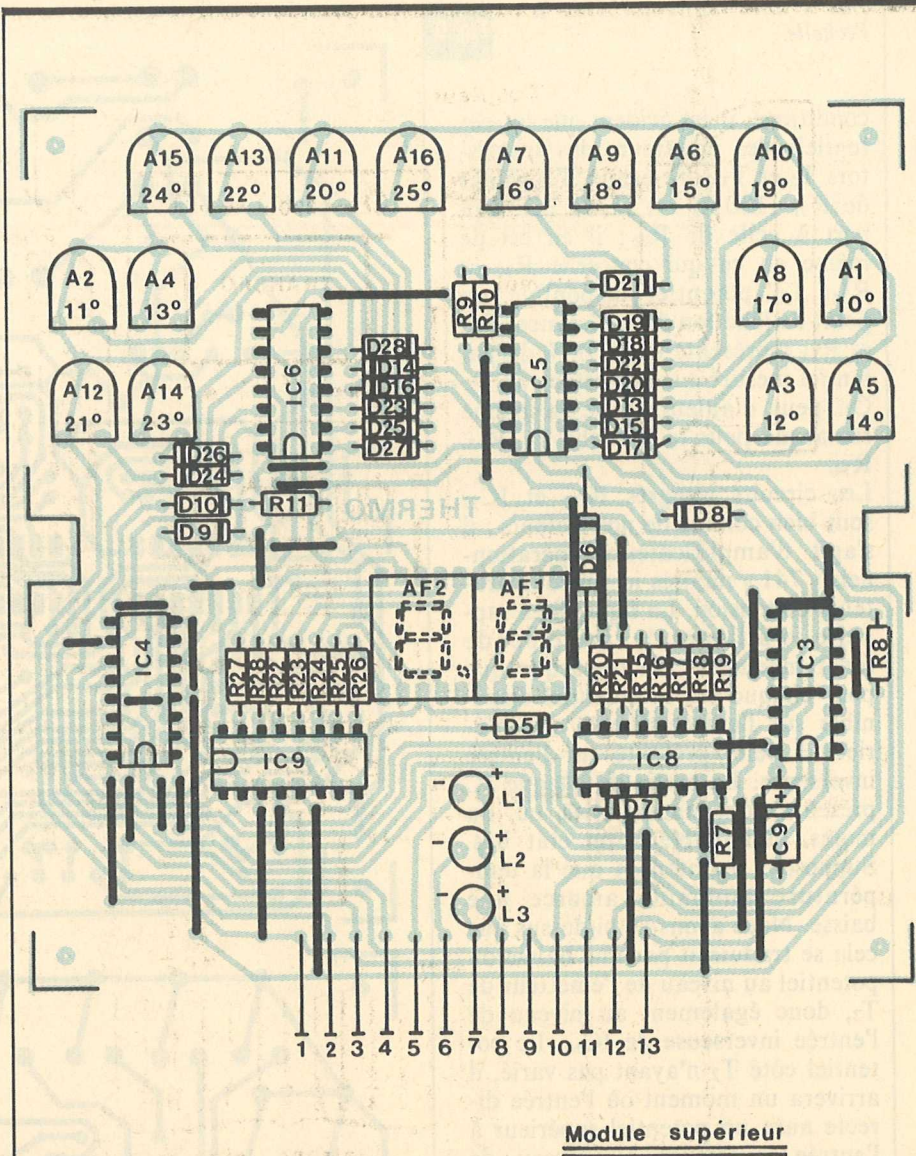

Fig. 10 Implantation des éléments du module supérieur.
Fig. 10 bis Implantation des éléments du module inférieur.
b) Implantation des composants (fig. 10)